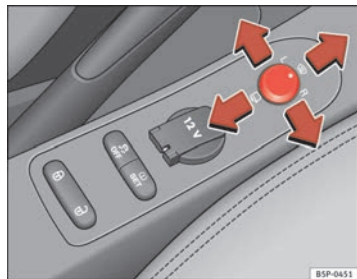

Fig. 90 Mando de los retrovisores exteriores
1. En primer lugar, gire el mando ⇒ **fig. 90** hasta la posición **L (retrovisor izquierdo)**.
- Gire el mando hacia delante, en la posición central ⇒ **fig. 90** , para que los retrovisores térmicos se calienten y la función de cristal parabrisas calefactable* en la zona de reposo de las escobillas, quede activada ⇒ página 130.
- Gire el mando ⇒ **fig. 90** hasta la posición  para plegar los retrovisores exteriores. Para evitar daños en el vehículo, debería plegar los retrovisores exteriores siempre que utilice un túnel de lavado automático.